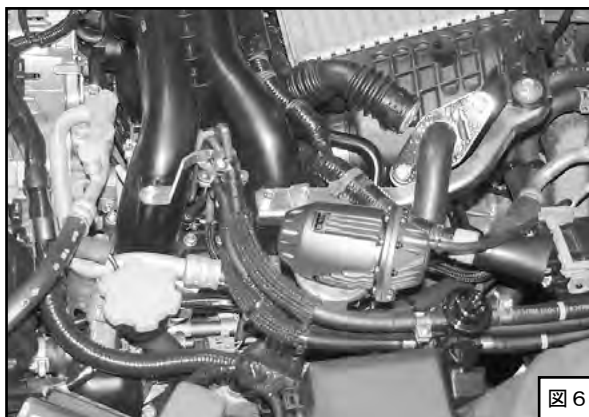

図6
- (8) ブローオフアセンブリやブローオフステータがボディなどと干渉しない様位置を決め、ホースバンド・ボルトを本締めしてください。（図6）
- (9) 1.-(6) で外したワイヤーハーネスのコネクタとハーネスランプを元のように取付けてください。（図6）
- (10) ホース類がたるまない様、キットパーツのタイラップ（大）で固定してください。